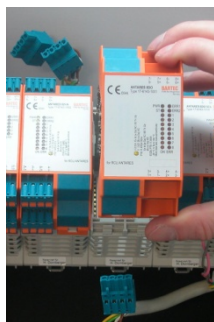

Рисунок 5
- (3) Приподнять электронный блок и извлечь его из нижней части корпуса (рис. 5).
Брать электронный блок можно только за верхнюю часть корпуса (см. рис. 5)! (электростатически чувствительный элемент)